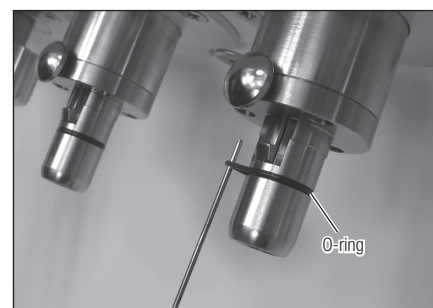

Fig. 29
- 1) Rimuovere l'O-ring mediante un ago sottile (Fig. 29).